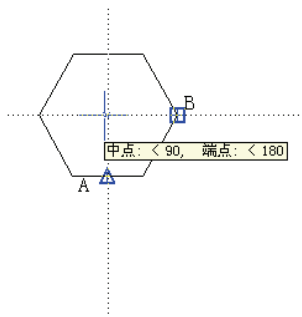

图 1-50 “对象捕捉”追踪
(1) 启用对象捕捉：控制是否启用对象捕捉。
(2) 启用对象捕捉追踪：控制是否启用对象捕捉追踪。如图 1-50 所示，捕捉该正六边形的中心。可以打开对象捕捉追踪，然后在输入点的提示下，首先将光标移到直线 A 上，出现中点提示后，将光标移到端点 B 上，出现端点提示后，向左移到中心位置附近，出现图 1-50 所示的提示后点取，该点即是中心点。